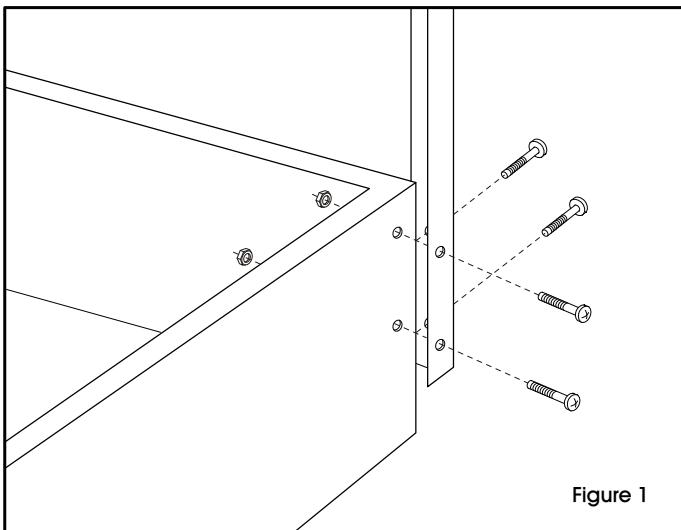

Figure 1
2. Attach legs using 4 large bolts and 4 large nuts on each leg. (See Figure 1)
Fixez les pattes à l'aide de 4 grands boulons et 4 grands écrous pour chaque patte. (Voir la figure 1)